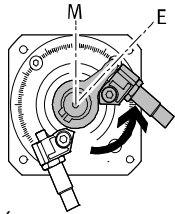

Fig. 16
6. 将缓冲器支架连同缓冲器（弹性缓冲垫或者液压缓冲器）一并推向撞杆。此外，必须达到缓冲行程，直到每个缓冲器的套筒碰到撞杆（Fig. 16）。必要时固定住六角孔。